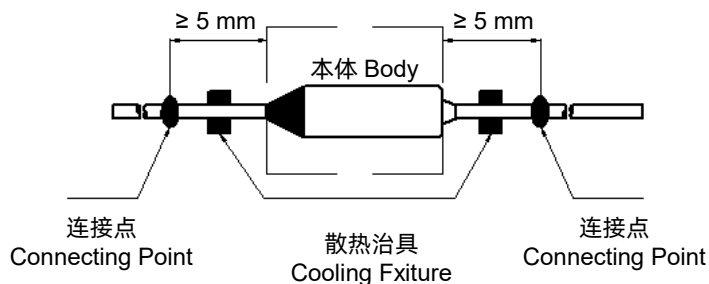

图2 FIGURE 2
- 引线上的连接点距离温度保险丝本体应 $\geq 5\text{ mm}$ (参考图2)。
The connection point of the lead shall be no less than 5 mm away from the OTCO body (see Fig.2).
- 在钎焊过程中，焊点与温度保险丝之间应使用散热装置 (参考图2)。
In the process of soldering, cooling fixture should be used between soldering point and OTCO body (see Fig.2).
3. 在点焊过程中，焊点与温度保险丝之间应使用散热装置（参考图2）。
In the process of welding, cooling fixture should be used between welding point and OTCO body (See Fig.2).